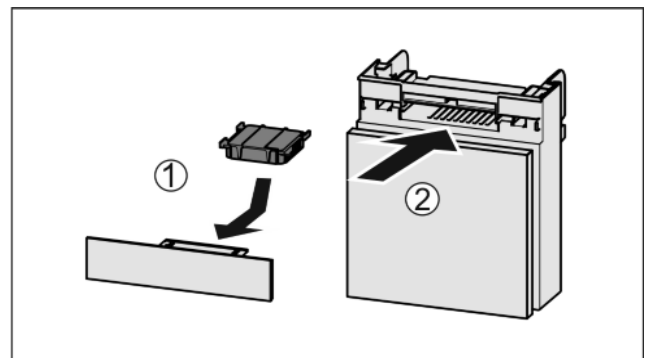

Fig. 40
- ▶ Anbring aktivkulfilteret som vis på billedet Fig. 40 (1).
- ▶ Skub rummet ind Fig. 40 (2).